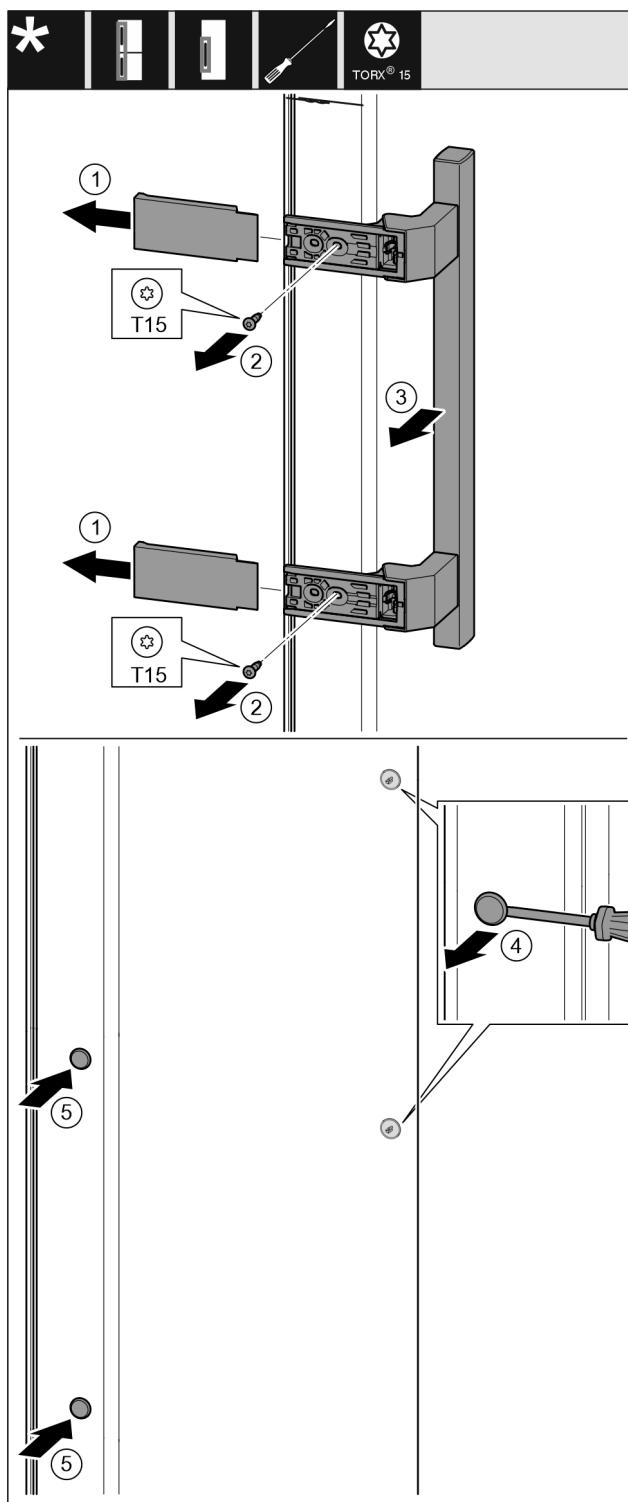

Fig. 39
- Snemite pokrov. Fig. 39 (1)
- Izvijte vijke z izvijačem T15. Fig. 39 (2)
- Snemite ročaj. Fig. 39 (3)
- S ploščatim izvijačem previdno dvignite stranski čep in ga izvlecite. Fig. 39 (4)
- Čep ponovno vstavite na drugi strani. Fig. 39 (5)